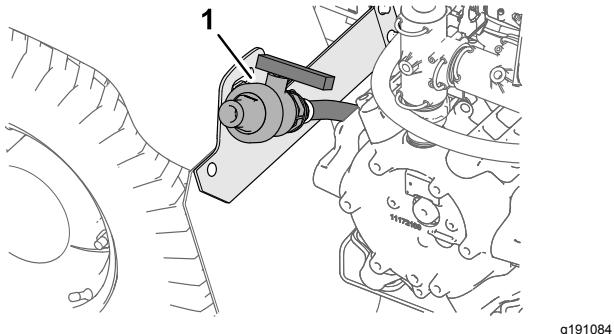

Figure 44
2. Trouvez l'emplacement du robinet de vidange de la cuve sur l'aille arrière gauche de la machine (Figure 44).